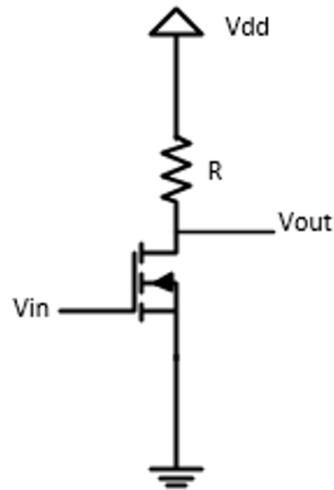

Figura 4
Ejercicio 3: Para el diseño del circuito de la figura 4, en el cual $R=2K5$ y $V_{dd}=2V$ se requiere un transistor nMOS con las características geométricas $W/L=8\lambda/2\lambda$ en tecnología de $0,12\mu m$.
- f) Completar la siguiente tabla considerando el circuito de la figura 4 y el transistor nMOS diseñado. (sugerencia: superponer la recta de carga del circuito en la gráfica de salida del transistor nMOS en MW2)